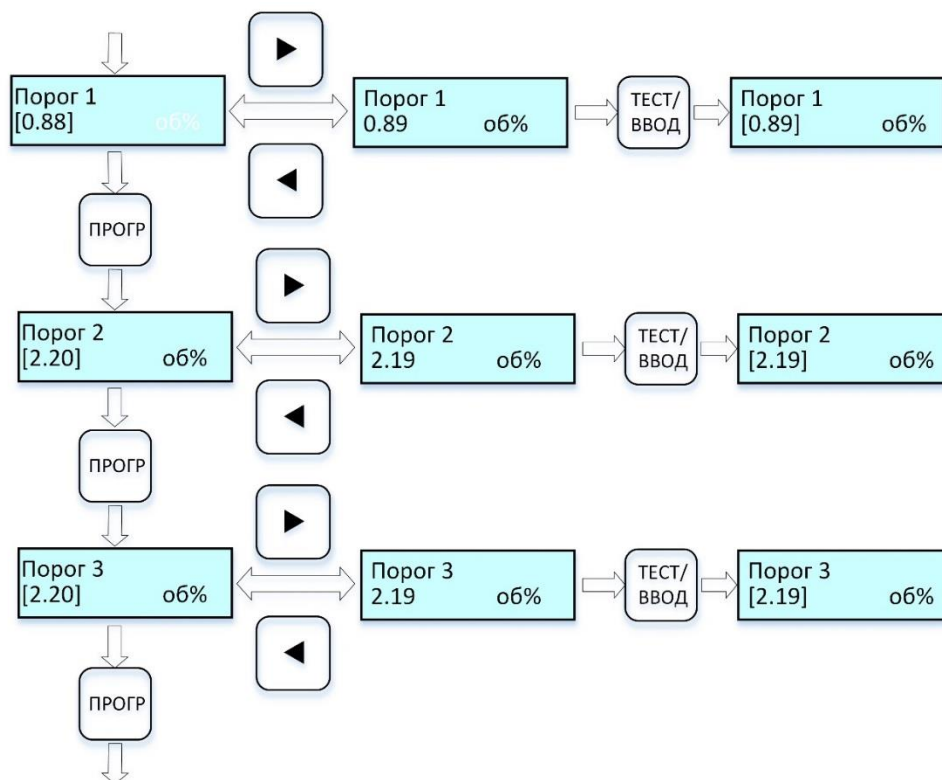

Рисунок 11 – Циклограмма выводимых сообщений на дисплей при установке значений порогов
2.6.5.7 Для *установки порогов* выполнить действия по п. 2.6.5.1 (при необходимости), далее по циклограмме рис. 11.